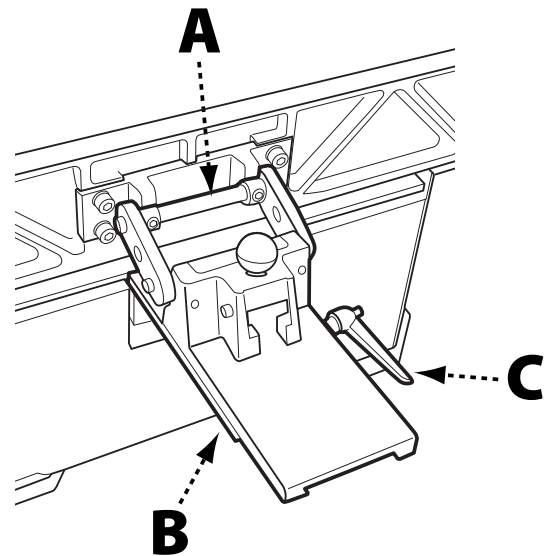

FIGURA 4
4. Deslice el tope guía ensamblado (A) sobre la abrazadera de soporte del tope guía (B). El borde izquierdo del ensamblaje del tope guía debe alinearse con el borde izquierdo de la abrazadera. El borde de cola de milano en el lado derecho debe engancharse con la mordaza en cola de milano. Apriete la agarradera de cierre divisora para sujetar firmemente y cuadrar el ensamblaje. Asegúrese de que la guarda deslizante roja se mueva libremente y se sujete a los imanes en el lado trasero del tope guía. Vea la figura 4.